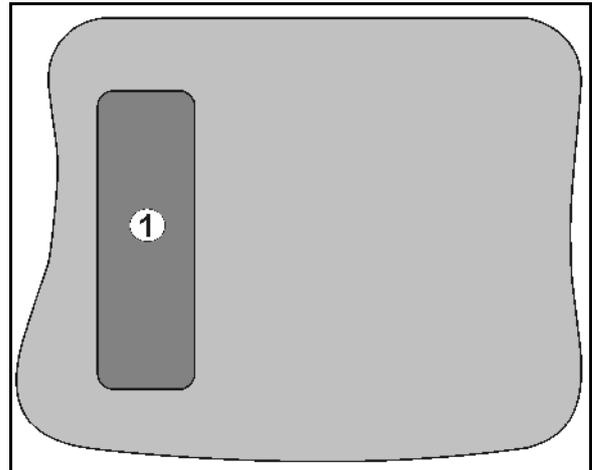

Fig. 9
- En la parte trasera del aparato se encuentra la tecla Shift  (Fig. 9/1).